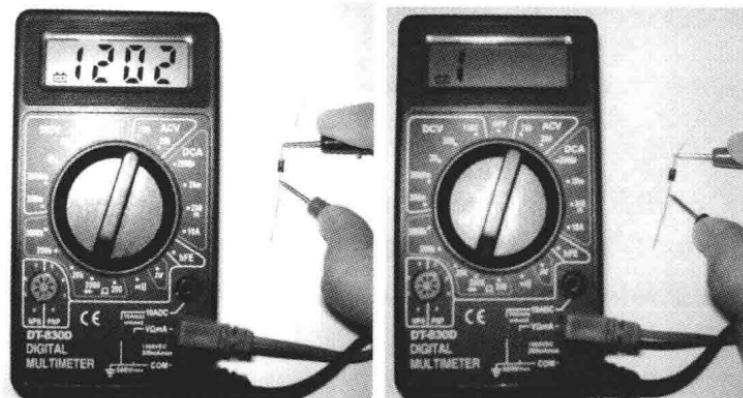

图 7-15 测量二极管
- (3) 用红表笔和黑表笔分别接触被测二极管的两端，进行正反两次测量阻值，如图 7-15 所示。